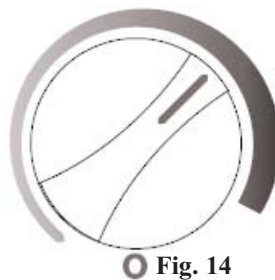

Fig. 14
- Lorsque le refroidissement maximal est réalisé, retournez la commande de thermostat sur l'échelle bleu foncé à la position équivalente à 2 heures sur la face d'un cadran. Voir la Fig.14.